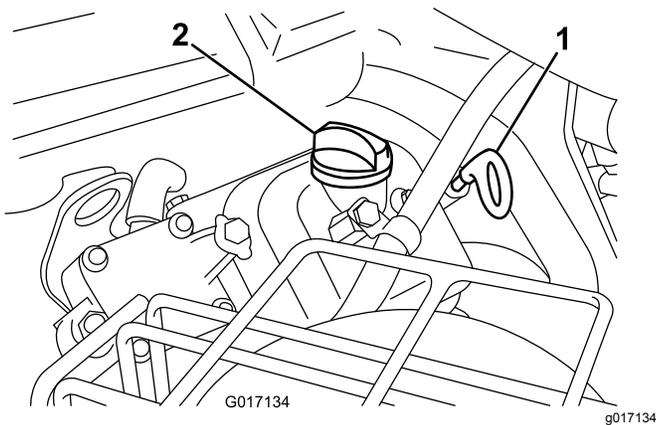

図 36
3. 補給口にディップスティックを差し込んでねじ部を最後まで締めこむ 図 36。